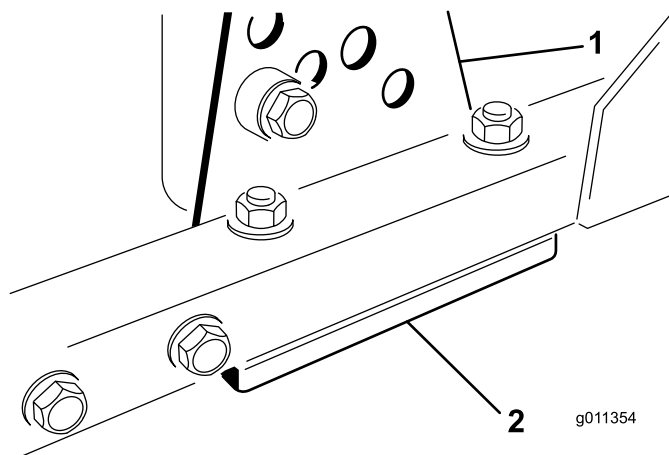

Figura 13
- Retire o suporte da altura de corte, (frente, esquerda ou direita) da estrutura da plataforma (Figura 13).
- Ajuste os calços de 1,5 mm e/ou de 0,76 mm entre a estrutura da plataforma e o suporte para obter a definição de altura pretendida (Figura 13).